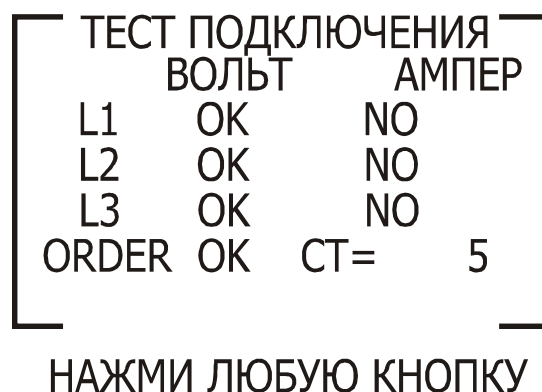

Рис. 14
2. Нажмите «Enter». На дисплее появится экран проверки подключения (рис. 14):